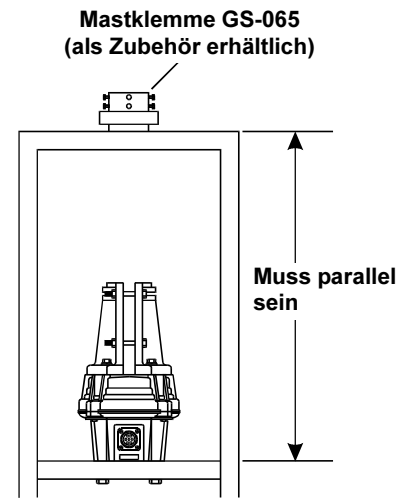

Abbildung 11
3. Ein ggf. verwendetes Oberlager, z. B. das als Zubehör erhältliche **GS-065** von Yaesu, kommt auf die Spitze des Mastes (siehe Abbildung 11).